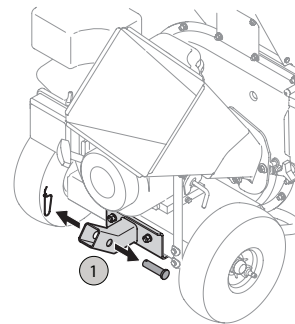

Figura 3
1. Saque el pasador de resorte y el pasador de horquilla del extremo del receptor de la barra de remolque. Vea la Figura 3.